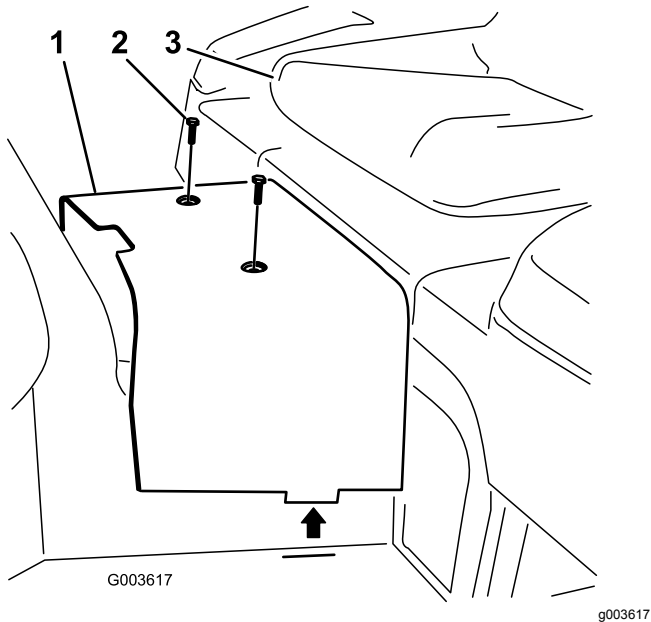

Figure 7
7. Retirez les 2 vis qui fixent le capot central au cadre (Figure 7). Déposez le capot central et mettez-le de côté.